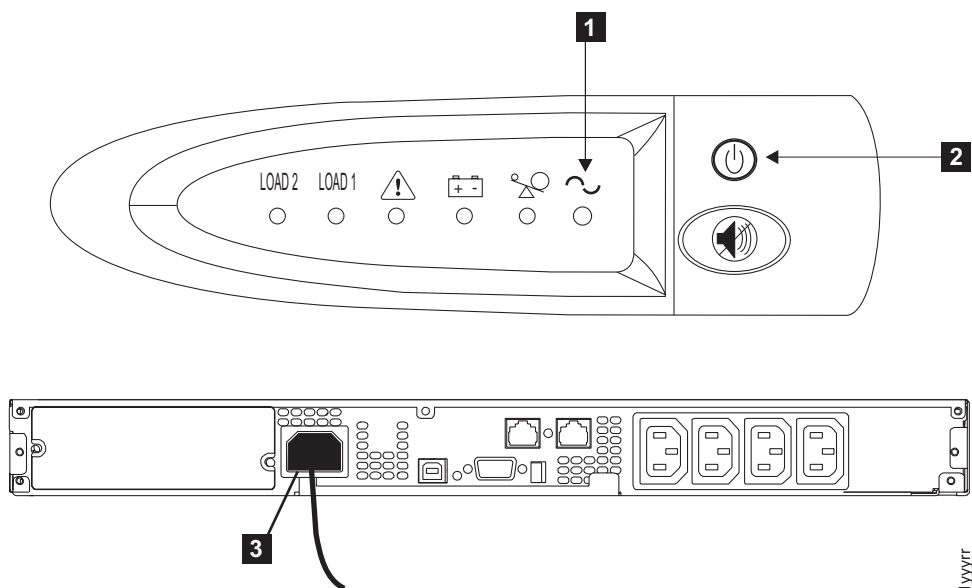

図 328. 2145 UPS-1U のフロント・パネルと背面パネル
2. オン/オフ・ボタン **2** を、電源ライト **1** が消えるまで (約 5 秒間) 押し続けます。2145 UPS-1U の一部のバージョンでは、オン/オフ・ボタンを押すために、ねじ回しのような先の尖った道具が必要な場合があります。2145 UPS-1U は待機モードになり、すべてのインディケータがオフになります。371 ページの図 328 は、2145 UPS-1U の前面図と背面図を示しています。